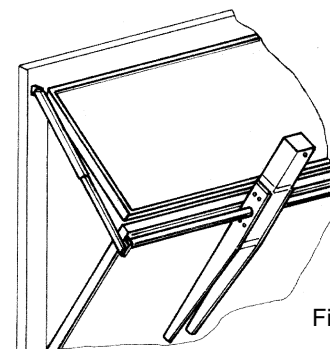

Fig. 6
D) Basculante a telo snodato (Fig. 6)